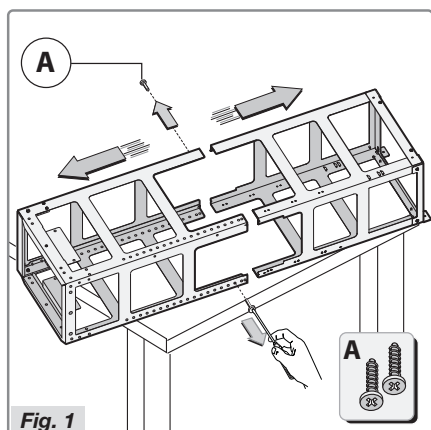

Fig. 1
- Pak rammen ud, og fjern de to skruer A for at skille top- og bundsektion fra hinanden (fig. 1).